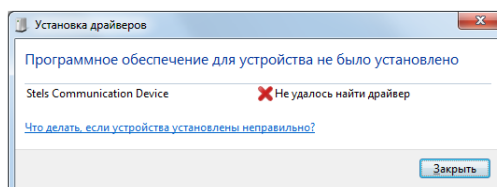

Рис. 5.4. Окно *Установка драйверов*
2. Щелкните по уведомлению левой кнопкой мыши и в открывшемся окне *Установка драйверов* нажмите кнопку *Заккрыть* (рис. 5.4).